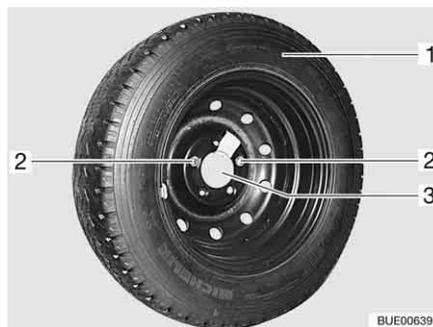

Fig. 258 Supporto per la ruota di scorta nel garage di coda
- Svitare e rimuovere entrambe le viti di fissaggio (Fig. 258,2) con la dotazione attrezzi.
- Rimuovere la ruota di scorta (Fig. 258,1) dal supporto (Fig. 258,3).